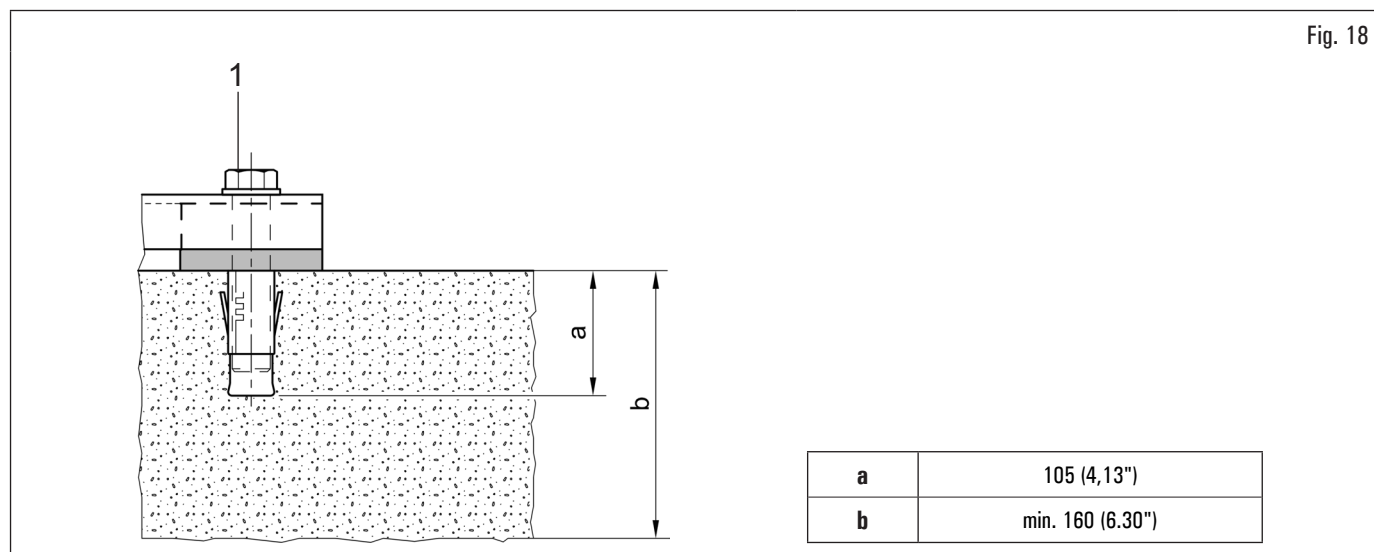

Fig. 18
L'équipement emballé est fixé à la palette de support par des trous sur le châssis indiqué dans la Fig. 18. Ces trous doivent également être utilisés pour la fixation au sol, en utilisant des ancrages appropriés pour le béton (non inclus). Avant de fixer au béton, vérifiez que tous les points d'ancrage sont plat, de niveau et en contact avec le sol. Dans le cas contraire, caler entre l'équipement et le sol, comme indiqué sur la Fig. 18.
- Pour fixer l'équipement au sol, utilisez des boulons et goupilles d'ancrage (Fig. 18 réf. 1) avec une tige filetée M8 (UNC 5/16) adaptée au sol sur lequel sera fixé le démonte-pneus et en nombre égal au nombre de trous de montage sur le châssis inférieur ;